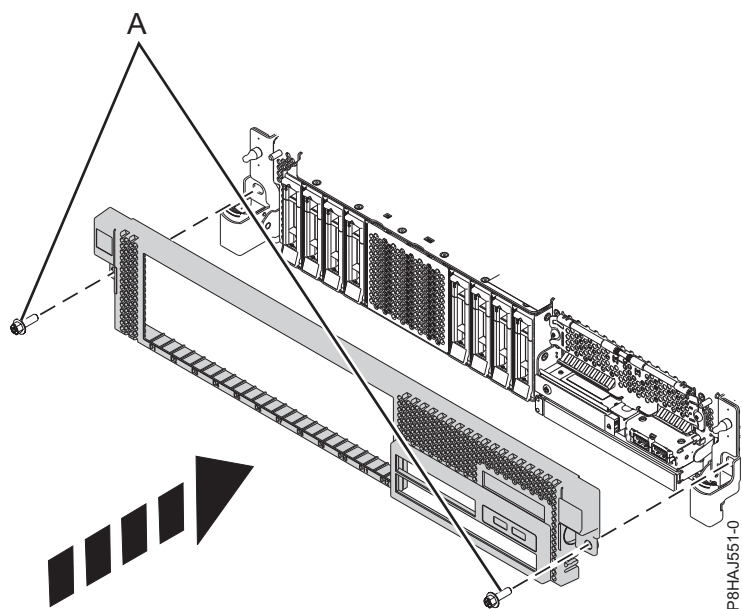

図 27. 前面カバーの取り付け
3. 48 ページの図 27 に示す方向にリリース・ラッチを押して、閉じます。 カチッという音がしてカバーが正しい位置に収まります。カバーにはより簡単につかむことができるくぼみがあります。
4. 配送用ねじ (A) を再取り付けします。